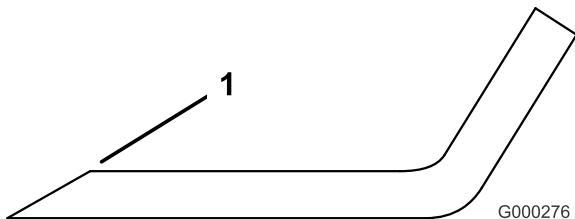

Figura 29
3. Inspeccione los filos de corte de todas las cuchillas. Afile los filos de corte si están romos o tienen mellazos. Afile únicamente la parte superior del filo y mantenga el ángulo de corte original para asegurar un filo correcto (Figura 29). La cuchilla permanecerá equilibrada si se retira la misma cantidad de metal de ambos filos de corte.